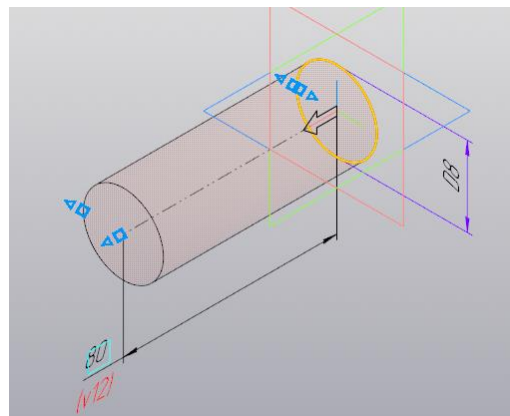

Рисунок 133.
3. Выполните *Операцию выдавливания* на *Расстояние* - **80** (рисунок 133).